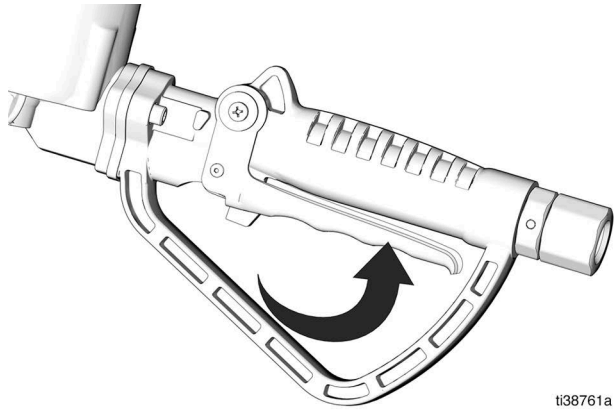

FIG. 6
8. Pour arrêter la distribution avant que la quantité prééglée ne soit atteinte, relâcher le verrou de la gâchette en tirant la gâchette vers le corps de la vanne, puis en relâchant la gâchette (FIG. 6 et FIG. 7).